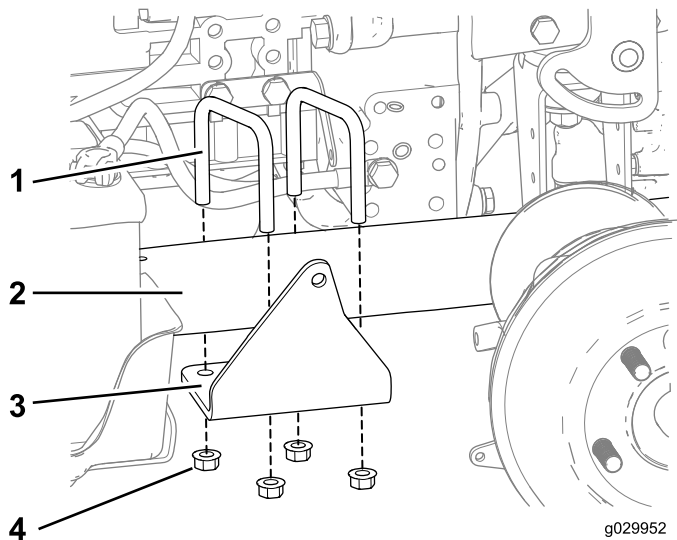

Figure 7
- Fixez légèrement le support de vérin sur le cadre au moyen de 2 étriers filetés et de 4 écrous (3/8- po), comme montré à la Figure 7.
7. Serrez les 4 écrous à embase qui fixent le support au cadre (Figure 7).